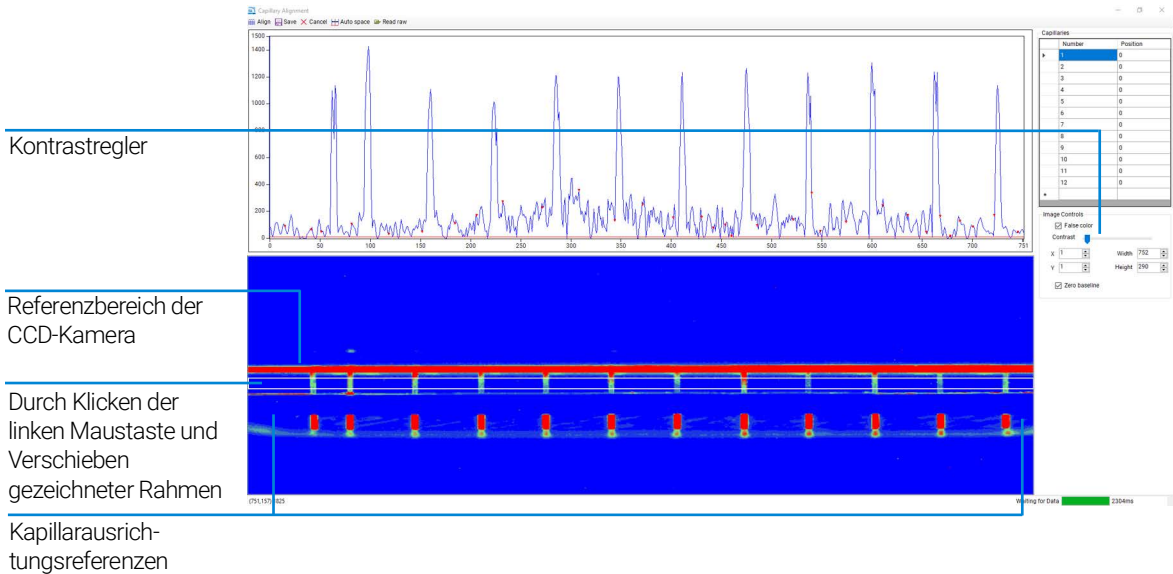

Abbildung 26 Anzeige der Ausrichtung der Kapillaren – Fenster zurücksetzen
- 3 Verschieben Sie den Kontrastregler nach links, um die Helligkeit der Anzeige zu erhöhen (**Abbildung 26**).
- 4 Zeichnen Sie einen Rahmen um den Capillary Array-Anzeigebereich. Klicken Sie mit der linken Maustaste und verschieben Sie den entsprechenden Bereich (**Abbildung 26**).
- 7 Klicken und verschieben Sie die rote Basislinie in **Abbildung 26**, bis auf jedem Kapillarpeak ein rotes Dreieck angezeigt wird. Dieses Dreieck bestimmt, wo im nächsten Schritt die blauen vertikalen Linien zugeordnet werden. Es ist wichtig sicherzustellen, dass diese rote Linie über der Basislinie liegt.